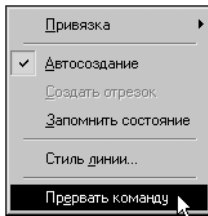

Рис. 7.13.
- ▼ щелкнуть правой кнопкой мыши в свободном месте окна документа и вызвать из контекстного меню команду **Прервать команду** (рис. 7.13).